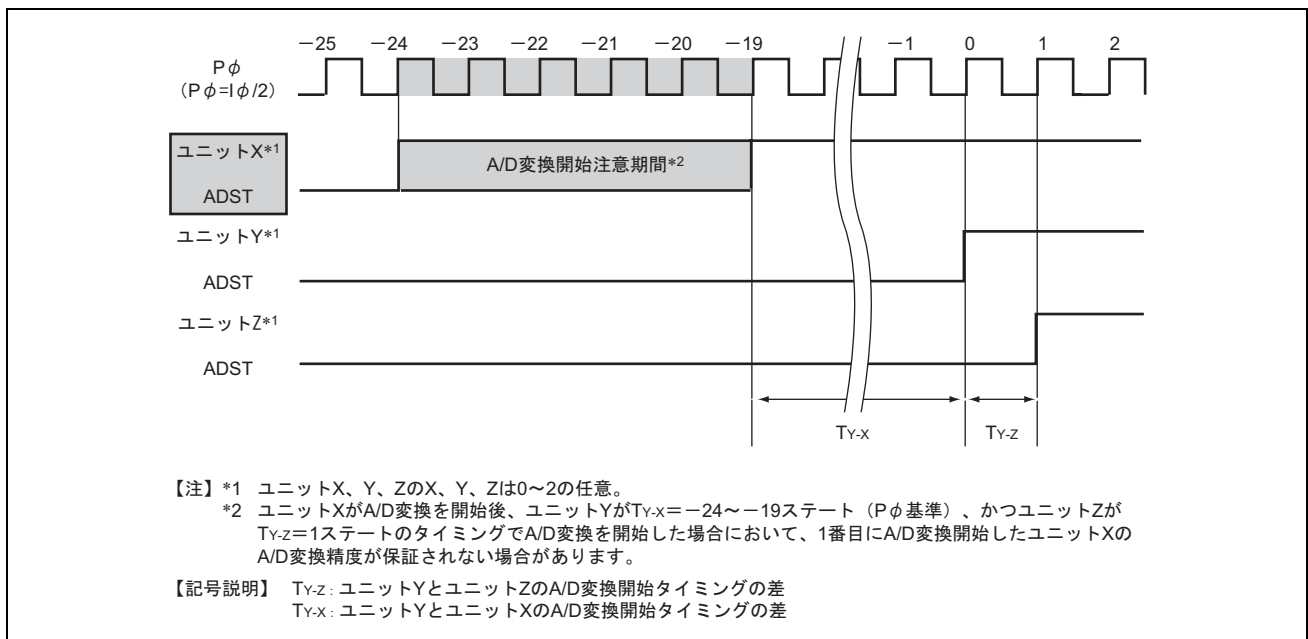

図 19.17 1番目にA/D変換を開始したユニットXの、A/D変換精度が保証されない場合の動作タイミング2
- 図19.17に示すようにユニットXがA/D変換を開始後、ユニットYが $T_{Y-X} = -24 \sim -19$ ステート（ $P\phi$ 基準）、かつユニットZが $T_{Y-Z} = 1$ ステートのタイミングでA/D変換を開始した場合において、1番目にA/D変換開始したユニットXのA/D変換精度が保証されない場合があります。